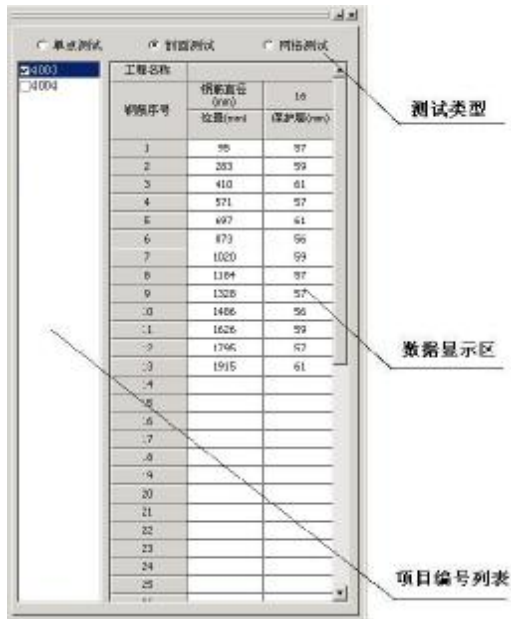

图 6-16
1、控制面板：如图 6-16 所示，用户可以在最上面的组合框中选择测试类型，有三种测试类型，分别为：单点测试、剖面测试和网格测试。